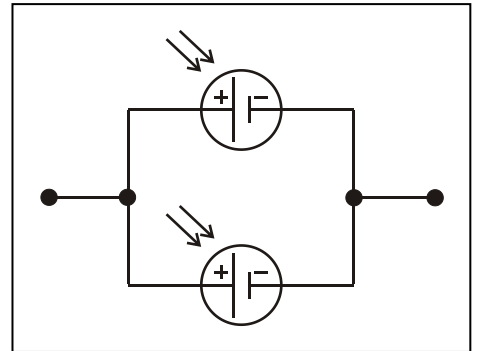

Figure 3.11 : branchement en parallèle de cellules solaires
**Montage en parallèle (voir figure 3.11)**